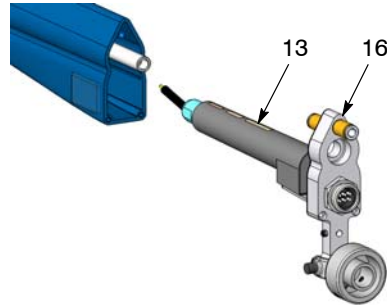

Figura 30 Extracción del multiplicador del alojamiento
2. Ver la figura 30. Extraer el dissipador de calor (16), con el multiplicador (13) conectado, del alojamiento.